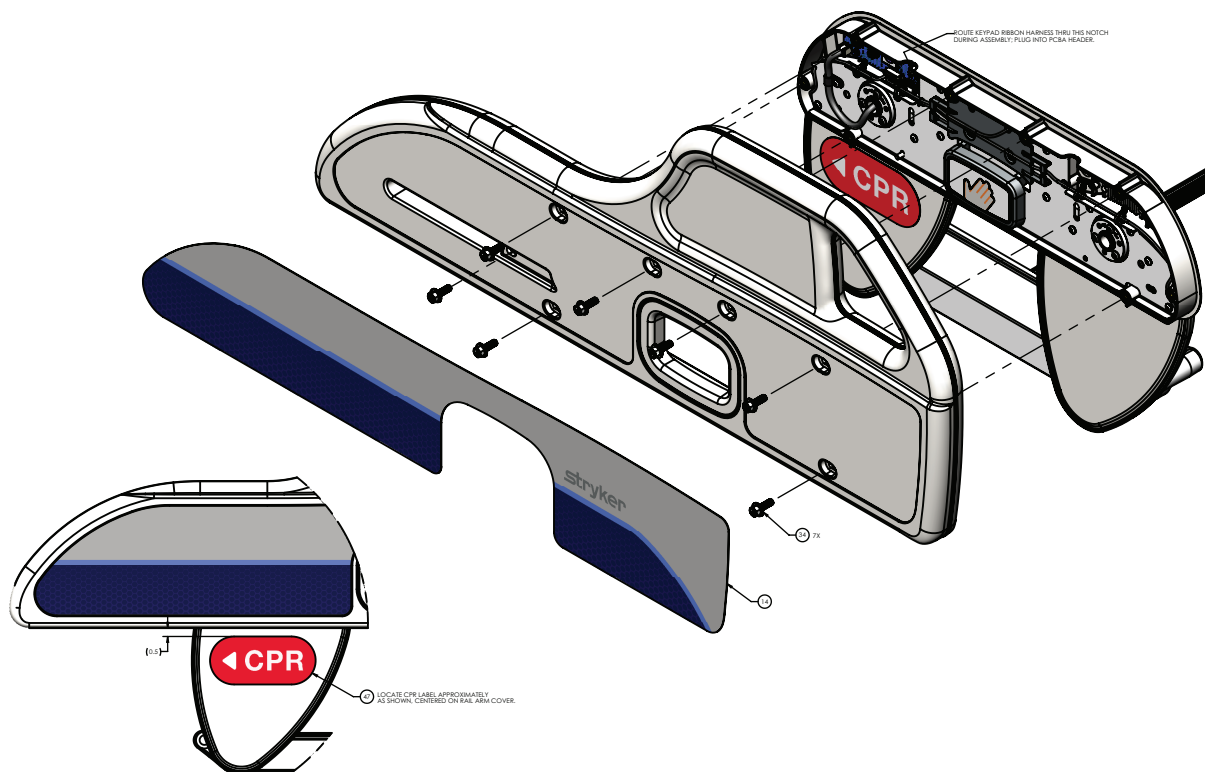

Figure 44 – Remplacement du panneau de commande de la barrière côté pieds, côté droit du patient
6. À l'aide d'un outil à pointe, retirer et jeter l'étiquette de la barrière externe (14) (Figure 44).
7. À l'aide d'un tournevis à douille de 3/8 po, retirer et conserver les sept boulons (34) qui fixent l'arceau de barrière à l'ensemble de barrière (Figure 44).